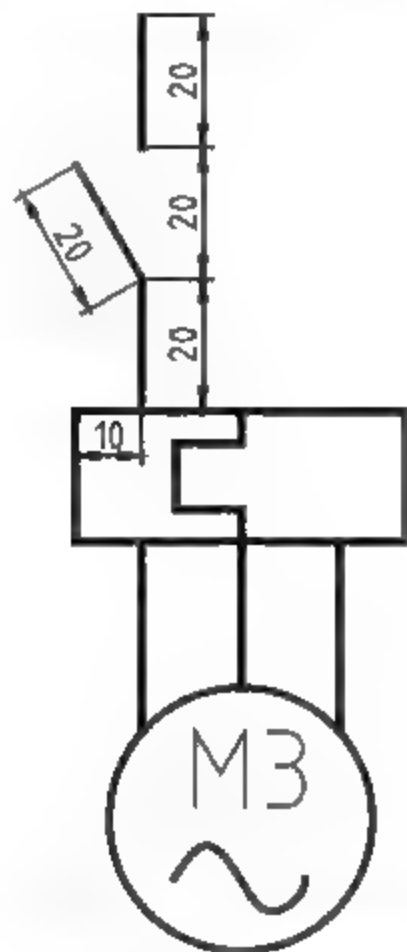

图6-107 绘制直线
(9) 调用L【直线】命令，绘制直线，参考尺寸如图6-107所示。